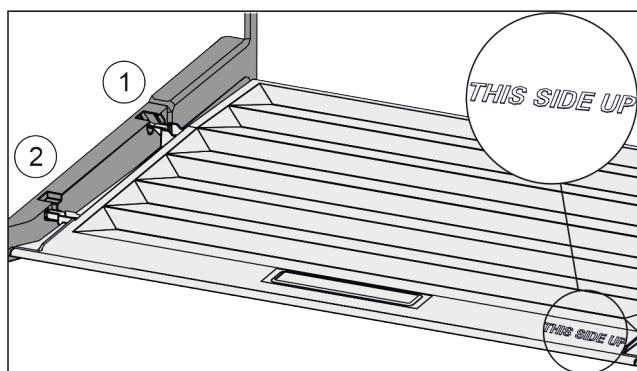

Fig. 136
- Пъхнете шийките на капака през отвора в задния държач *Fig. 136 (1)* и фиксирайте отпред в държача *Fig. 136 (2)*.